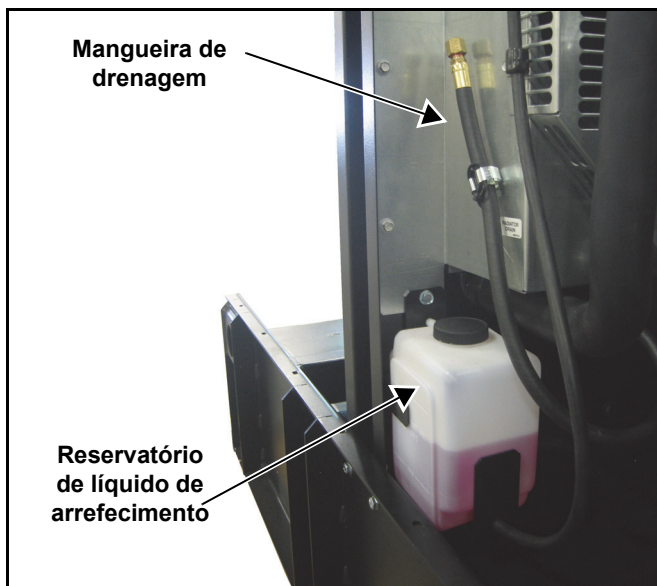

Figura 5-9. Reservatório de excesso de líquido de arrefecimento e mangueira de drenagem
1. Verifique se o nível do líquido de arrefecimento está entre as marcas de quente e frio no reservatório de excesso. Consulte a Figura 5-9.